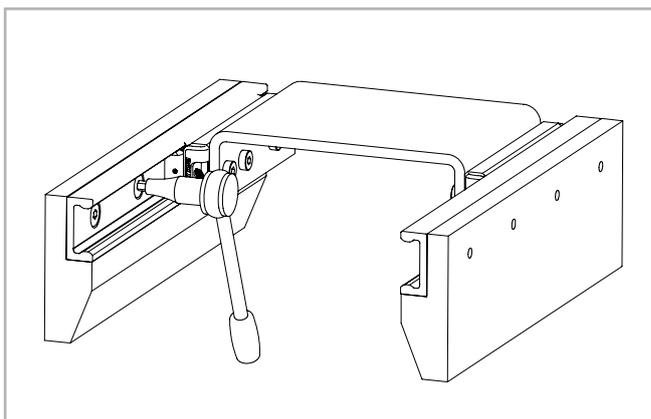

Fig. 76
(2) Montare l'altra guida a piste piane e avvitare solo leggermente le viti di fissaggio.
(3) Inserire il cursore nella guida e montare l'elemento mobile senza serrare completamente le viti.
(4) Portare l'elemento al centro della guida e avvitarlo alla corretta coppia di serraggio (vedere pag. CR-35, tab. 28).
(5) Serrare le viti di fissaggio centrali della guida con la coppia di serraggio prescritta (vedere fig. 76).
(6) Spostare l'elemento mobile ad un'estremità della guida e, iniziando da qui, serrare le rimanenti viti procedendo verso l'altra estremità.